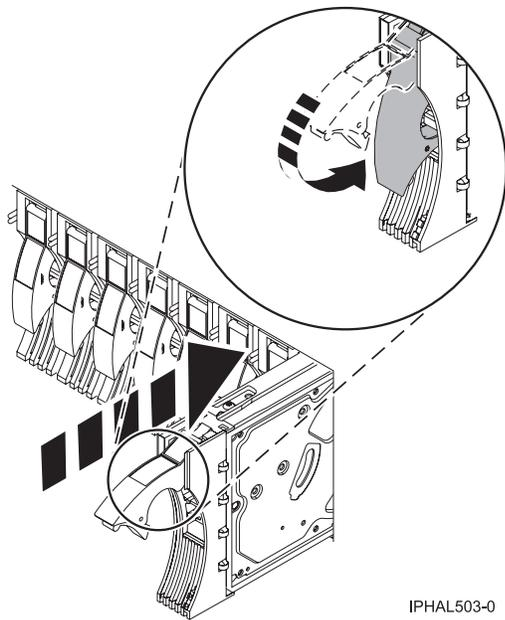

Figura 5. Instalar una unidad de disco en un modelo
5. Instale la unidad de disco, como se ve en la Figura 5 en la página 13.